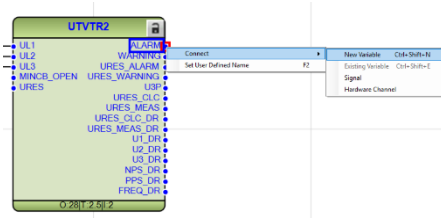

Imagen 362_Conexión de nueva variable en el puerto de salida ALARM del bloque UTVTR2.
5.2.14 En la salida “ALARM” del bloque “UTVTR2”, conectaremos una nueva variable dando clic derecho y seleccionando “Connect - New Variable” como observamos en la **Imagen 362**.